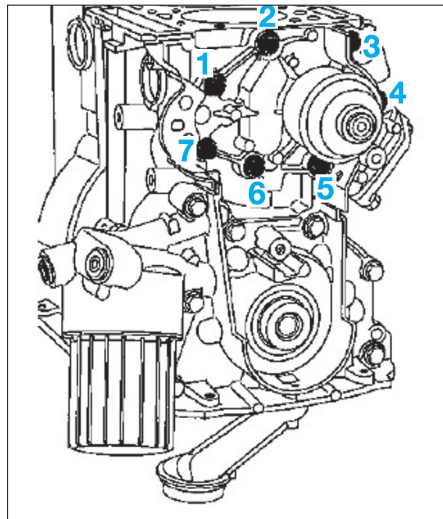

Fig. 24
- Serrer les vis de fixation de la pompe à eau en respectant l'ordre de serrage (Fig.24).